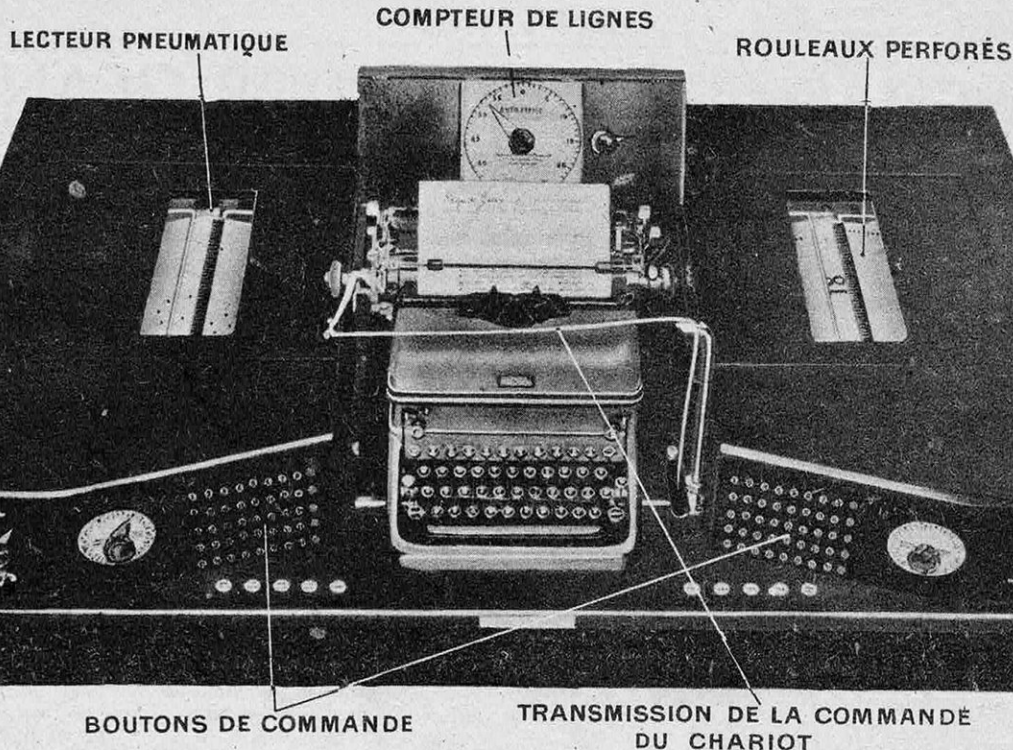

FIG. 3. — LA MACHINE A CORRESPONDANCE AUTOMATIQUE AUTO-TYPIST
La machine *Auto-typist* utilise des textes enregistrés au préalable, au moyen d'une machine perforatrice, sur des rouleaux de papier analogue à ceux d'un piano automatique (fig. 3). (Chaque rouleau peut comporter l'enregistrement de quatre cents lignes dactylographiées normales, réparties en un nombre quelconque d'alinéas). Deux des rouleaux ainsi préparés sont placés sur la machine à correspondance qui, au moyen d'organes pneumatiques, en effectue la lecture et actionne, par l'intermédiaire de relais pneumatiques analogues aux leviers des orgues à tuyaux (1), les touches d'une machine à écrire ordinaire, qui fonctionne alors trois fois plus vite qu'entre les mains d'une dactylographe exercée (fig. 4).